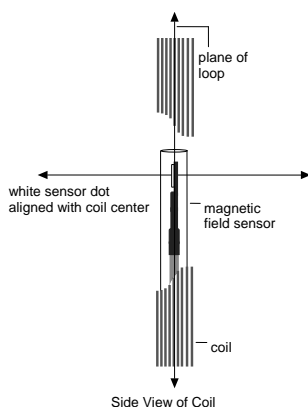

Figura 29: sensor na posição vertical
3. Colocar a fonte de alimentação de modo que a corrente seja 3A quando a chave é fechada. Coloque o sensor na posição vertical no centro da bobina, com o ponto branco na frente do eixo longo da bobina, como mostrado na Figura 29 Clique am . Aguarde de 2 a 3 segundos e depois feche o interruptor. O que você observou? Repita o passo 3, mas desta vez gire o sensor de campo magnético enquanto você estiver segurando o interruptor fechado. Determine a orientação do sensor que dá a máxima leitura. Qual é a alteração na leitura em uma rotação do sensor?